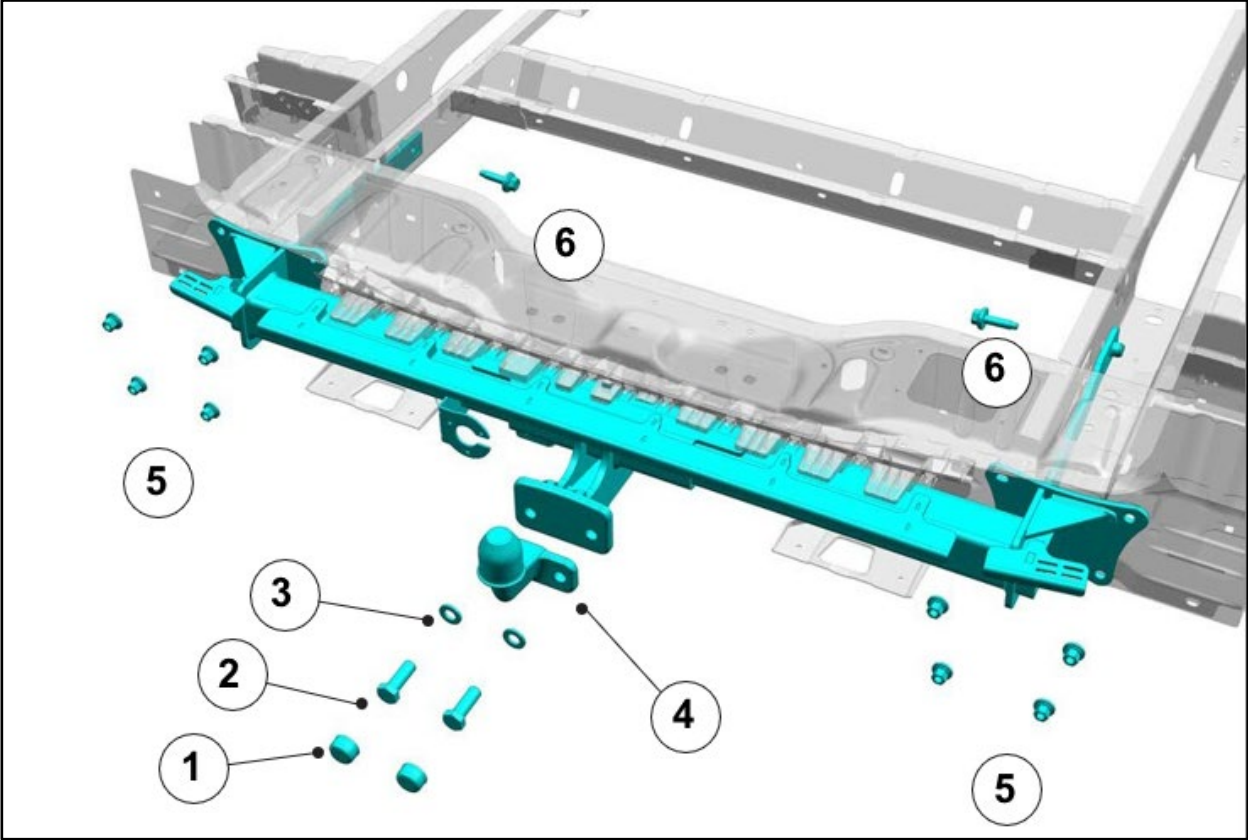

Fig. 3 : Installation du dispositif d'attelage fixe
- Pour fixer le dispositif d'attelage, voir les figures 3 et 4 ci-dessous, dispositif d'attelage des Transporter Fourgons, Caravelle et Combi